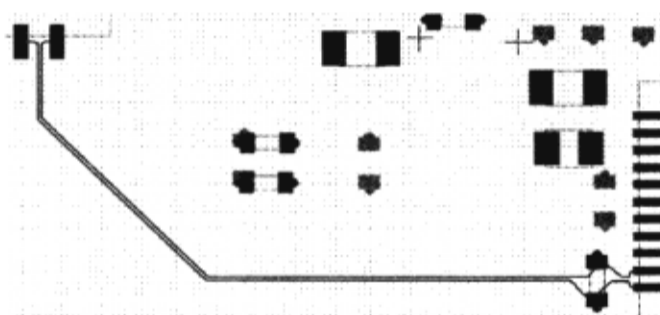

图 6-6-7 完成布线
(8) 单击 R208 的引脚，布线将自动完成。
(9) 单击 U37 的一个引脚向 R208 布线→靠近 R208 附近单击一点→单击 R208 的引脚→单击鼠标右键→从弹出菜单中选择“Done”，完成布线，如图 6-6-7 所示。